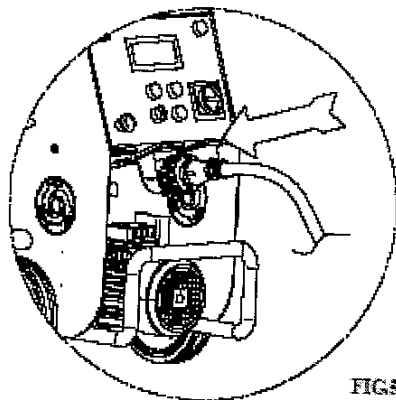

Рис. 5.
Вибросито необходимо применять в тех случаях, когда растворную смесь готовят на месте, используя наполнители из кучи. В наполнителях в этом случае могут быть фракции размером, превышающим требуемый размер, а также другие нежелательные предметы, которые могут засорить насадку или послужить причиной преждевременного износа шнека. После того как вы снимите решетку (позиция 5) приемного бункера, установите вибросито на приемный бункер (позиция 6) и подсоедините его к электрическому пульта управления станции (см.рис. 5), на котором находится команда включения и выключения вибратора.
10.1. ЭЛЕКТРИЧЕСКИЕ СОЕДИНЕНИЯ (см. рис. 5)
Вставьте розетку от сети питания в штепсельную вилку на пульте управления станции (рис.5).